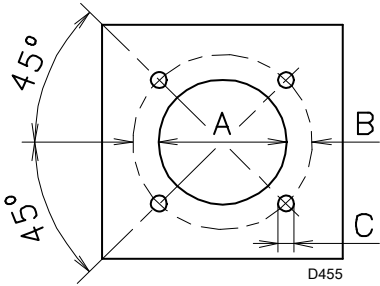

图 15
如图 15 (表 K) 所示, 在炉膛前烟箱板上钻孔。可以用随燃烧器附带的隔热垫定位螺纹孔的位置。
- 将燃烧器整体安装到之前在锅炉前烟箱板上已钻好的孔(图 15) 上, 同时将随附螺丝拧紧。